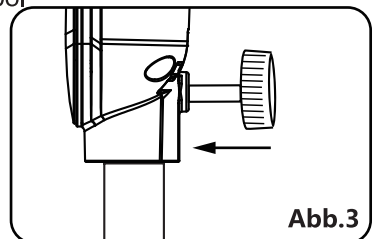

Abb.3
3. Um das Kopfelement an der Innenstange zu befestigen, lösen Sie die Rändelschraube an der Unterseite des Kopfelements. Setzen Sie das Kopfgerät auf den inneren Pol und ziehen Sie die Flügelschraube an. (Abb. 3)